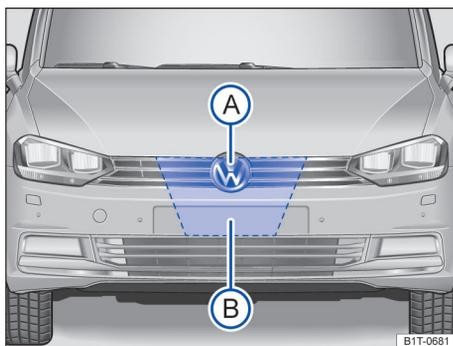

图 146 VW 标志后方的散热器格栅内：雷达传感器 (A) 和雷达传感器周围需要空出的区域(B)
VW 标志后方的散热器格栅内安装了一颗雷达传感器→图 146 (A)，用于监测交通状况，可探测距本车约 120m 范围内的前方车辆行驶状况。